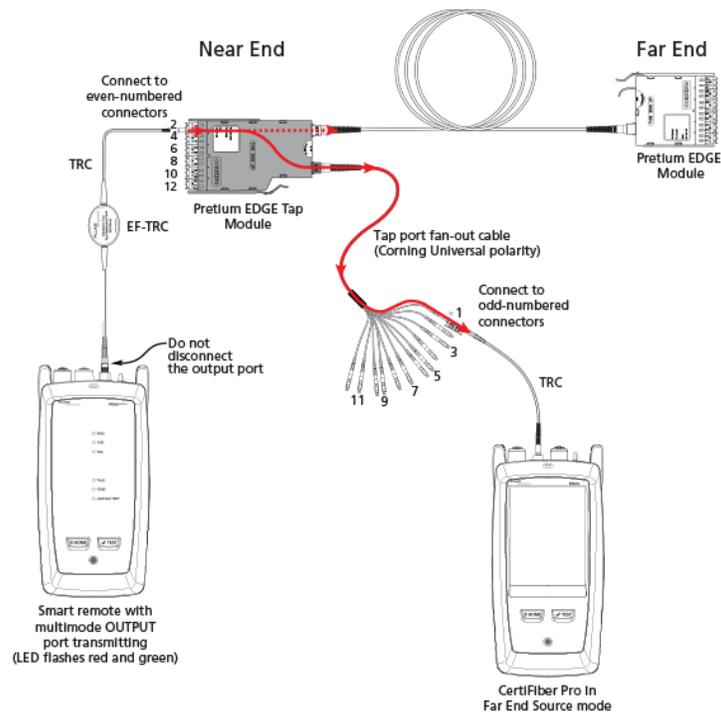
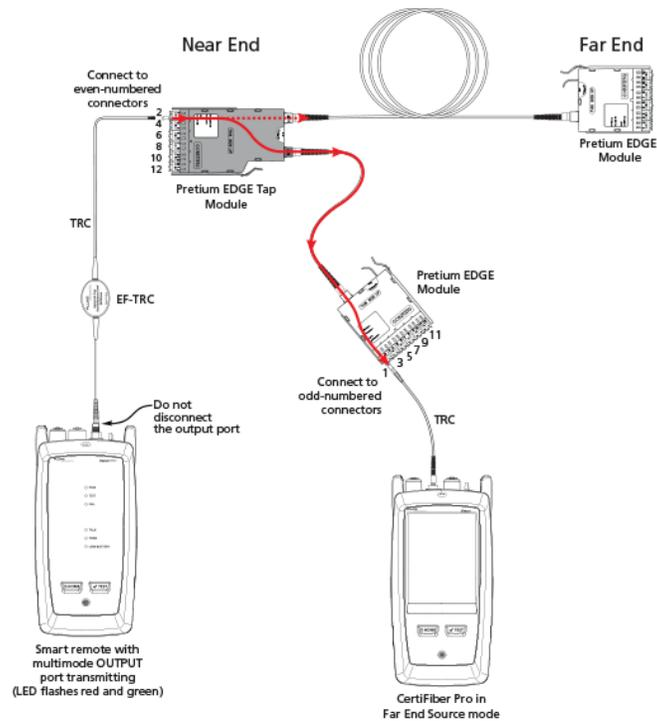

Figura 7. Connections for Testing the Tap Port Links from the Near End through a Fan-Out Cable
Figura 8. Connections for Testing the Tap Port Links from the Near End through an EDGE Module
3. Realice las conexiones que se muestran en la figura 7 si realizará la prueba a través de un cable de distribución, o en la figura 8 si realizará la prueba a través de un tercer módulo EDGE.